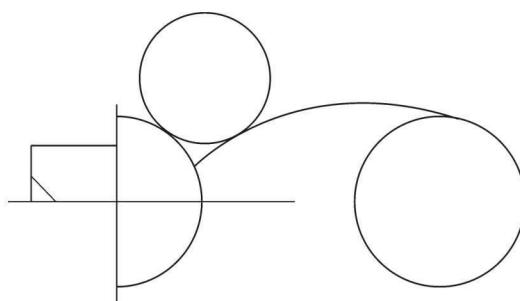

图 2-17
(12) 点击图标 , 选择 “两点半径” 菜单, 单击空格选取 “切点” 后选择 R50 及 R15 圆线段, 输入 R=12, 如图 2-17 所示。